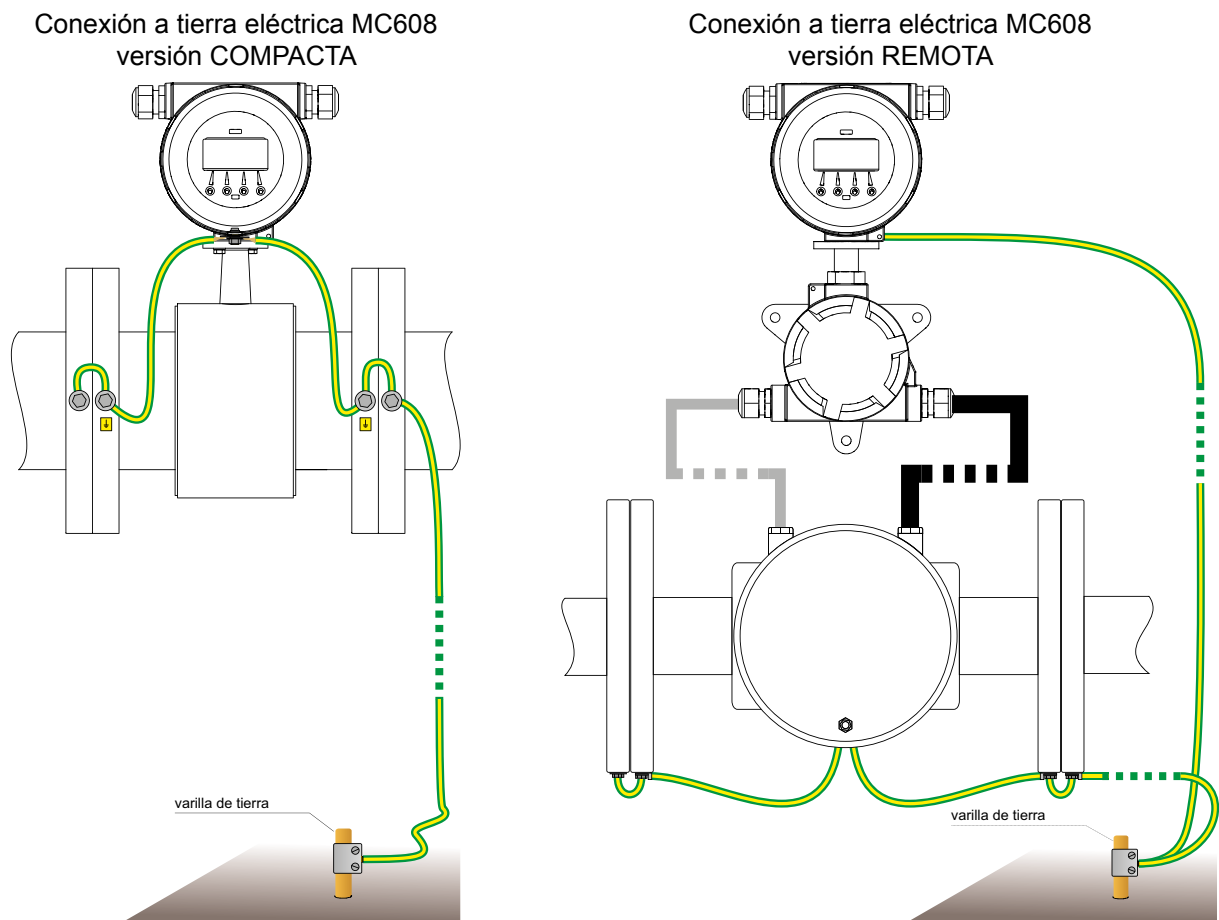

Fig. 34
El propósito de la conexión a tierra es proteger el sistema de interferencias electromagnéticas externas y establecer la referencia de medición del medidor. Para lograr este requisito, se requiere una conexión a tierra limpia con la menor resistencia posible. Recomendamos utilizar al menos un cable de 4 mm2 / AWG11 para realizar las conexiones a tierra. Si el líquido no está conectado eléctricamente a las tuberías (en plástico o con revestimiento interno), se requieren anillos de conexión a tierra. La conexión a tierra ausente o incorrecta resultará en una falla impredecible (Fig. 34).
**Nota:** En la versión MC608 REMOTE, el sensor y el convertidor deben conectarse a tierra con dos cables separados (Fig. 34). Evite colocar la señal y los cables de alimentación juntos para minimizar la interferencia.